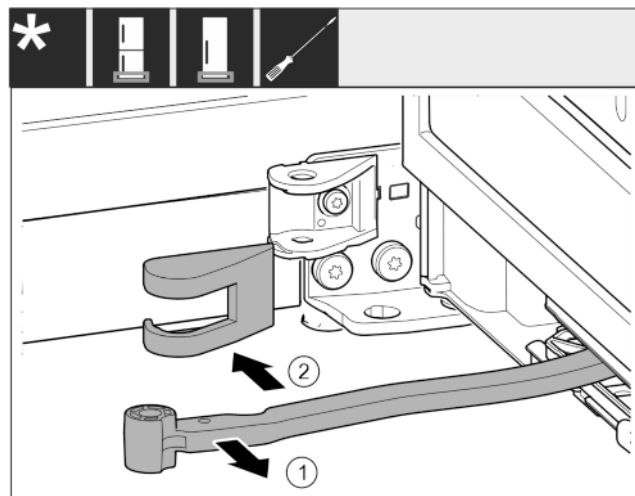

Fig. 13
- ▶ Scharnier in de richting van de deur draaien. Fig. 13 (1)
- ▶ Afdekking van de lagerbus verwijderen. Fig. 13 (2)